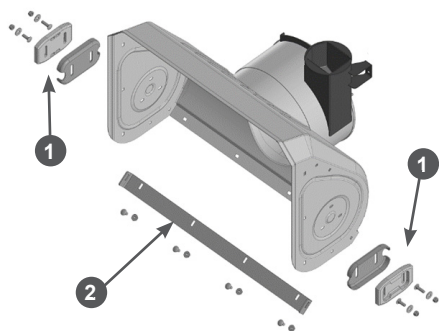

Рис. 34. Обслуживание кожуха шнеков
1. Открутите гайки, извлеките болты крепления полозков 1 (Рис. 34) и снимите полозки с кожуха шнеков.
2. Переверните полозки на 180 градусов или установите новые полозки и закрепите их четырьмя болтами и гайками (Рис. 34). Перед окончательной затяжкой гаек отрегулируйте высоту забора снега.
Для наглядности на Рис. 34 кожух шнеков показан без шнеков, редуктора и валов.
1. Открутите гайки, извлеките болты крепления и снимите нижнюю накладку 2 с кожуха шнеков (Рис. 34).
2. Установите новую нижнюю накладку и закрепите ее болтами и гайками (Рис. 34).